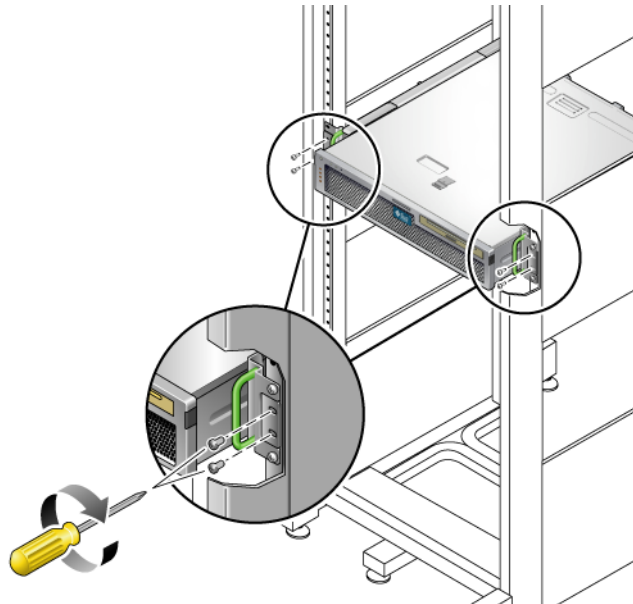

FIGURE 3-22 Fixation de la partie avant du serveur à l'avant du rack
17. À l'aide des vis, fixez les rails latéraux qui sont rattachés au serveur à l'avant du rack (FIGURE 3-22).